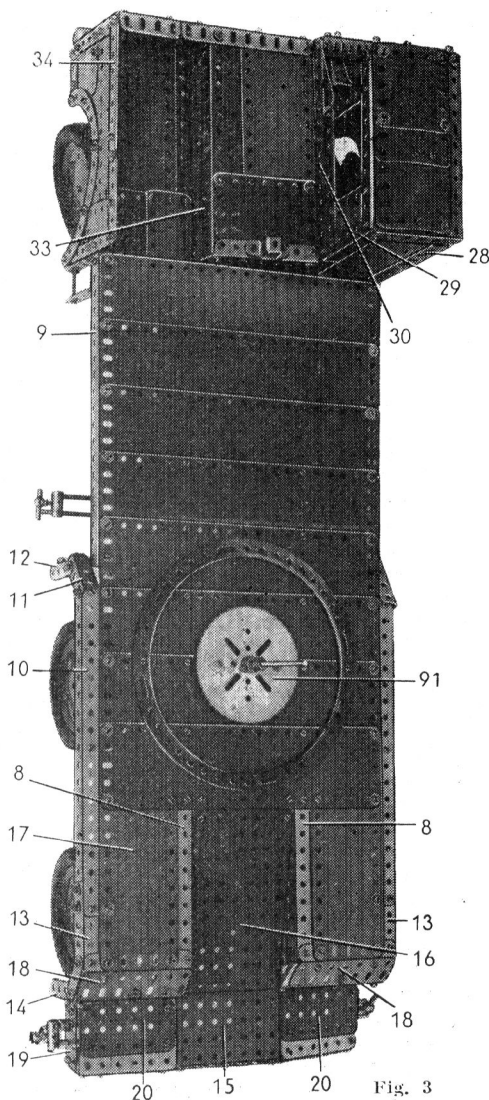

Fig. 3
PLATEFORME (Fig. 3)
CAPOT ET CALANDRE (Fig. 3 et 4)
Une cornière (33), formée d'une cornière de 6 trous et d'une de 11 trous est boulonnée à la cornière (32) (fig. 3). La cornière (33) est le pendant de la cornière (30) et constitue l'angle du capot. Les cornières (30) et (33) sont réunies à leurs extrémités arrière par une cornière de 7 trous munie d'un cavalier.